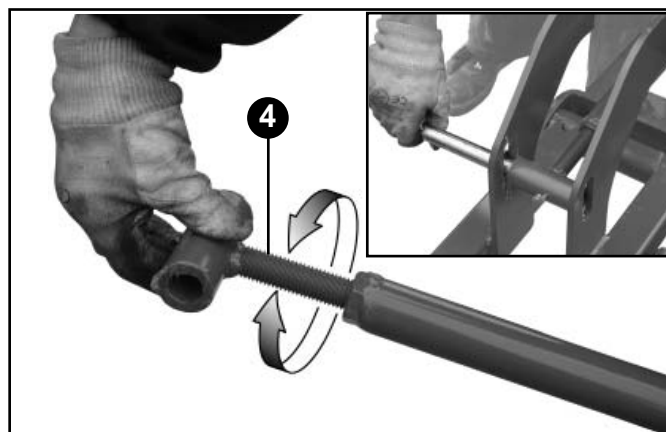

fig. 50
En position de travail, les segments des bras du traceur doivent être alignés comme l'indique la Fig. 49. On obtient cette condition en réglant la longueur du tirant (4) Fig. 50.